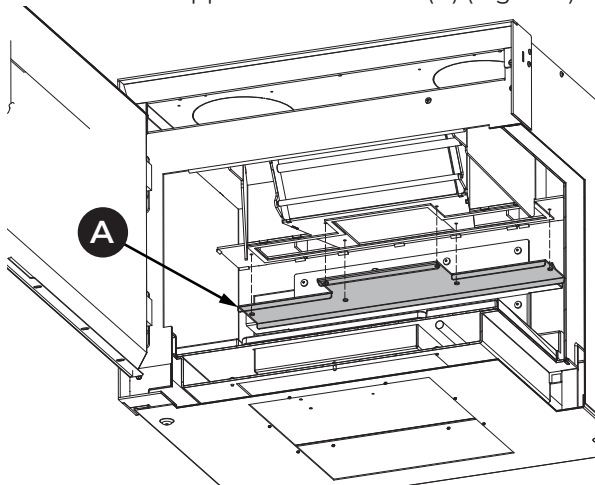

Fig. 10.4
Rimuovere il tappo collettore fumi (A) (Fig. 10.4).